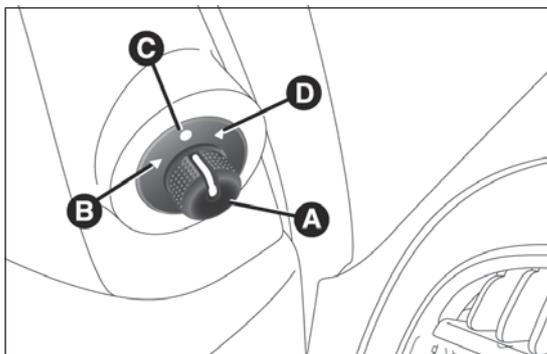

fig. 36
- con el dispositivo A fig. 36 seleccionar el espejo deseado (derecho o izquierdo);